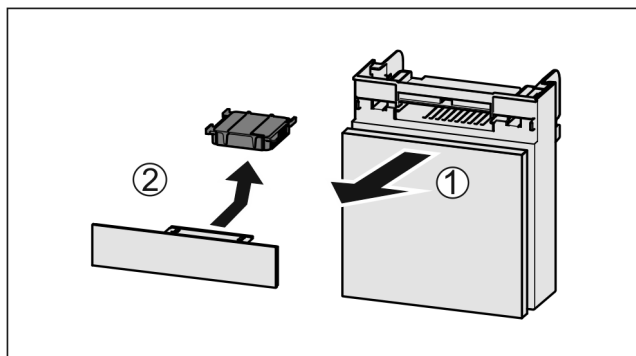

Fig. 181
- ▶ Predal izvlecite Fig. 181 (1) naprej.
- ▶ Odstranite Fig. 181 (2) aktivni ogljeni filter.